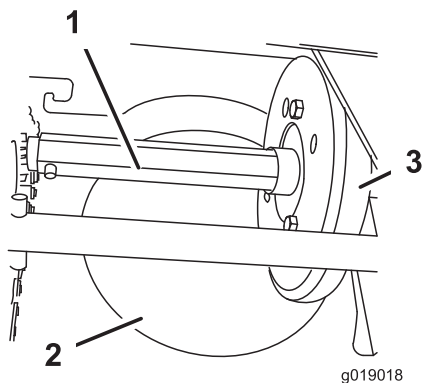

Figure 45
Graissez légèrement l'arbre hexagonal une fois par an avec de l'huile moteur de type automobile (Figure 45).
**Important:** Veillez à ne pas faire couler d'huile sur la roue en caoutchouc ou la poulie à friction en acier, sinon la transmission patinera (Figure 45).